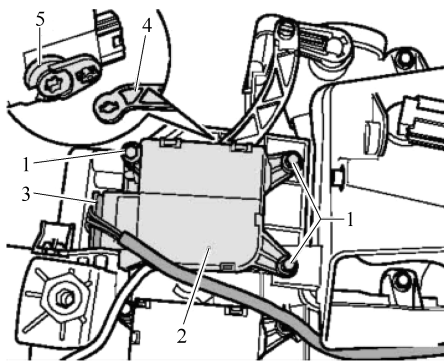

图 11-3-11 拆卸除霜风门
① 拆卸驾驶人侧脚部空间盖板和脚部空间饰板。
② 拆卸左侧脚部空间出风口。
③ 拆卸数据总线诊断接口 J533。
④ 拧下六角螺母和六角螺栓。
⑤ 拆下支架并断开除霜风门伺服电动机 V107 上的插头 3。
⑥ 拧下固定螺栓 1 (1.4N·m) 并拆下除霜风门伺服电动机 2。
⑦ 旋转除霜风门伺服电动机 V107，从连接杆 4 上拆下伺服电动机的连杆 5，如图 11-3-11 所示。